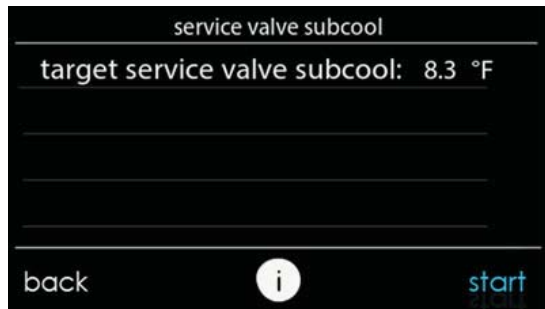

Fig. 14 – Vanne de service de liquide – Sous-refroidissement cible ^{A200032}
6. L'écran suivant affiche le sous-refroidissement cible qui doit être atteint pendant la charge (voir la Fig. 14). Avant de sélectionner le démarrage, vérifiez que les vannes de service sont ouvertes.